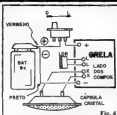

Fig. 4
O complemento visual das instruções de montagem está na fig. 4, com a placa ainda vazia pelo lado dos componentes, porém resultando-se as conexões externas. Observar o LDR ligado às lâmpas (L) (L), lembrando que, embora a figura mostre tal conexão de forma direta, nada impede que o LDR seja ligado à placa por um par de fios de qualquer comprimento, conforme exigir o tipo de instalação, "encaixamento" ou utilização que o leitor pretenda dar ao GRELA. Outro ponto importante é o que se refere